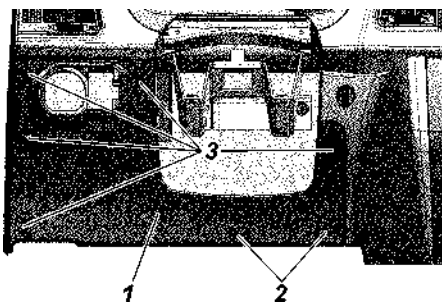

Рис. 9.29. Установка крышки блока реле и предохранителей :
-вывести из зацепления две защелки 2 (рис. 9.29) с оборотной стороны крышки блока, расположенные в нижней ее части;